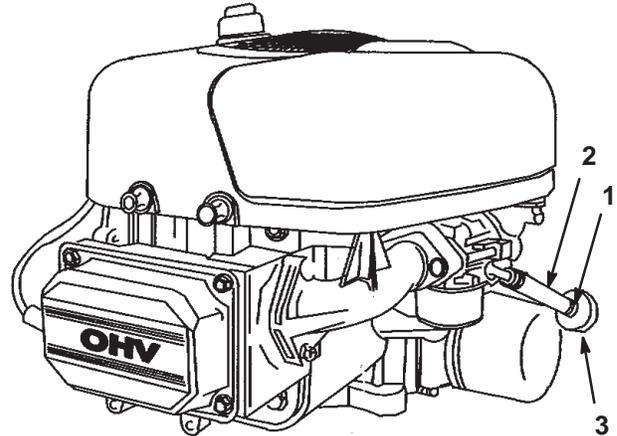

Figure 29
2. Ouvrez le capot et trouvez le filtre à carburant (Fig. 29).
3. Pincez les extrémités du collier de fixation et poussez le collier en haut de la conduite d'alimentation, en direction du réservoir de carburant (Fig. 29).
4. Débranchez la conduite d'alimentation du filtre (Fig. 29) et laissez l'essence s'écouler dans un bidon ou un bac de vidange.
Le meilleur moment pour remplacer le filtre à carburant (Fig. 29) est lorsque le réservoir à carburant est vide. Ne remontez jamais un filtre sale après l'avoir enlevé de la conduite d'alimentation.
3. Pincez les extrémités des colliers et faites glisser ceux-ci pour les éloigner du filtre (Fig. 29).